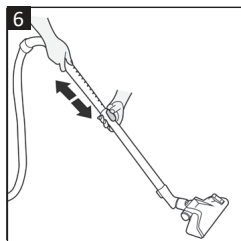

Рис. 6
- Сдвиньте кнопку фиксации телескопической трубки (20) в направлении стрелки, отмеченной на кнопке, и удерживайте ее, пока регулируете телескопическую трубку на желаемую длину (Рис. 6).